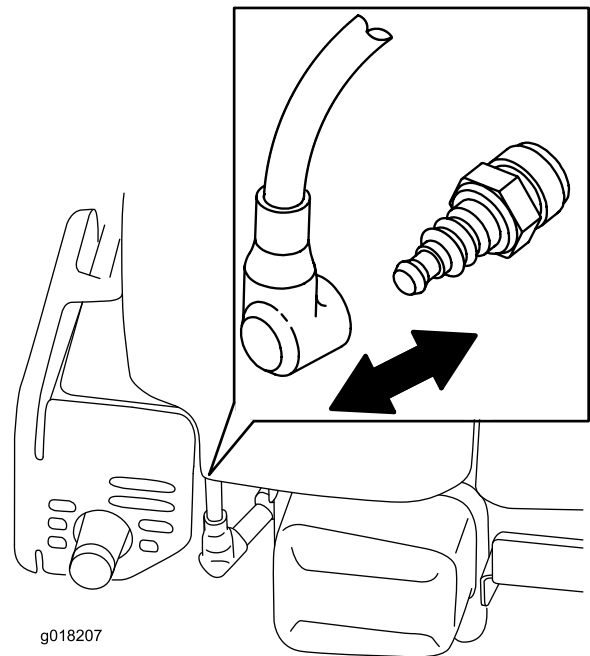

Figura 16
2. Desconecte el cable de la bujía (Figura 16) antes de realizar cualquier procedimiento de mantenimiento.